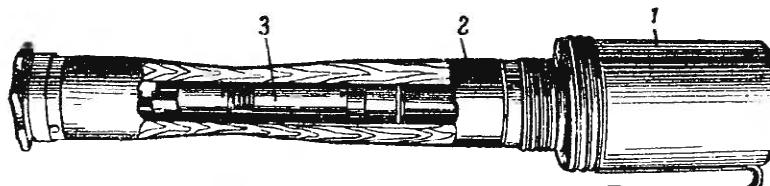

Рис. 85. Общий вид финской ручной гранаты с деревянной рукояткой:
1. Финская ручная граната с деревянной рукояткой (рис. 85)